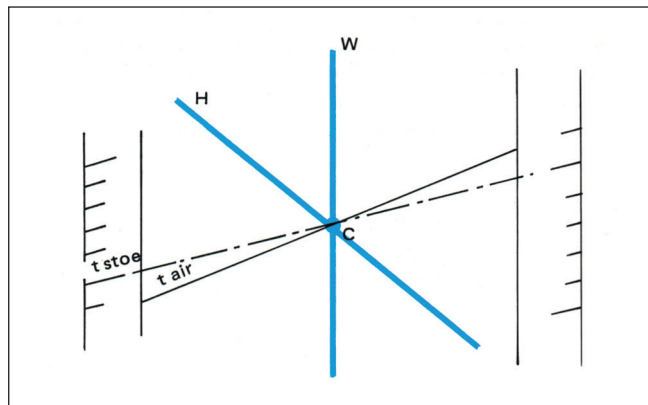

Fig. 5 - Exemple d'utilisation de l'échelle correctrice de composition pour des fumées obtenues par combustion en excès d'air avec  $H$  et  $W$  connus.
a) L'enthalpie  $H$  et la teneur en eau  $W$  sont connues : on cherche la température sèche  $t$  (Figure 5).